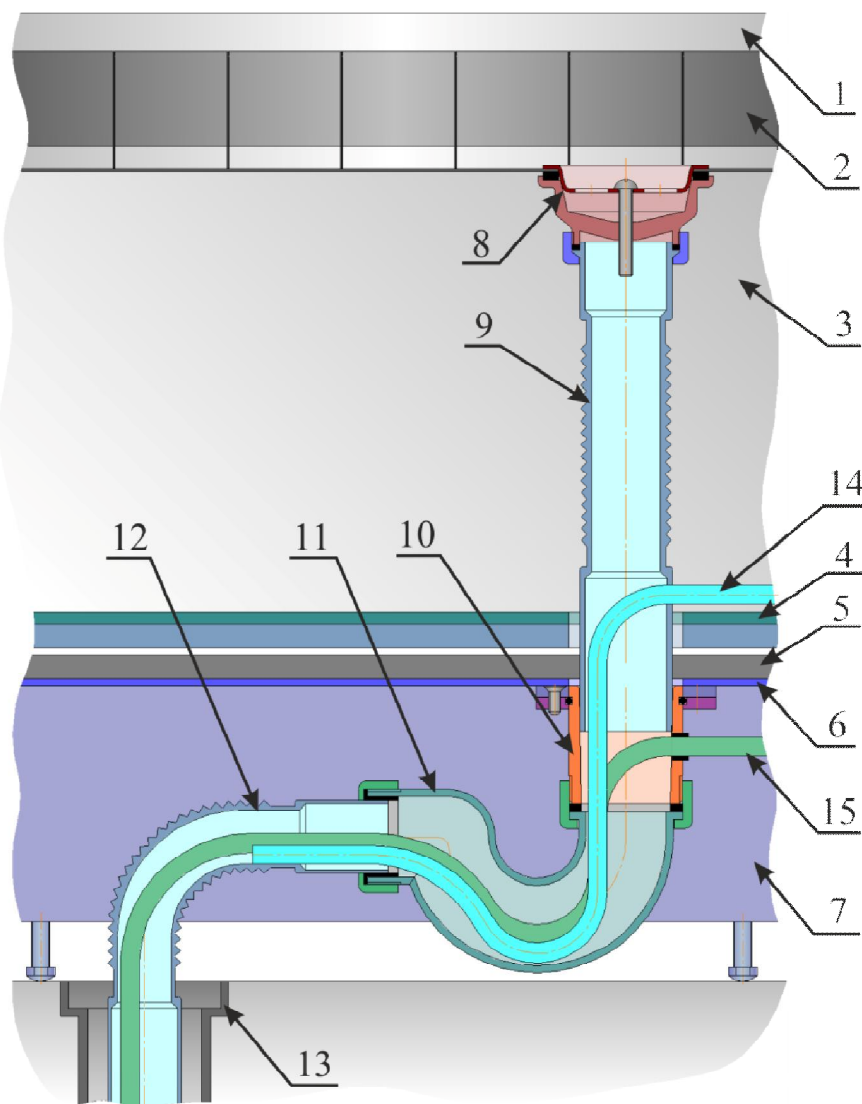

Рисунок 10. Устройство дренажа грязной воды
4. Установить раму пьедестала на бетонный фундамент и выставить ее в горизонт за счет регулировки ножек, а затем (по разметке) закрепить ее четырьмя анкерами, используя крепежные отверстия на раме (см. рисунок 5). Опустить гофрированную трубу 12 слива с греющим кабелем 15 (см. рисунок 10) в дренажную трубу фундамента.
6. На раму пьедестала установить шкаф. Далее закрепить WB1340 относительно рамы пьедестала четырьмя болтами. Для соединения сливных отверстий рамы пьедестала и шкафа необходимо вставить гофру 9 в втулку 10 ( см. рисунок 10).